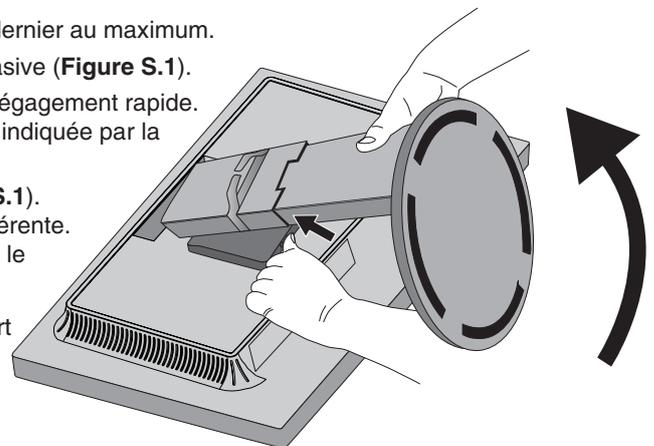

Figure S.1
3. Placez le moniteur face vers le bas sur une surface non abrasive (**Figure S.1**).
4. Placez une main autour du support et l'autre sur le levier à dégagement rapide. Appuyez sur le levier à dégagement rapide dans la direction indiquée par la flèche (**Figure S.1**).
5. Soulevez le support pour le décrocher du moniteur (**Figure S.1**). Vous pouvez maintenant monter le moniteur d'une façon différente. Pour fixer à nouveau le support, effectuez la procédure dans le sens inverse.